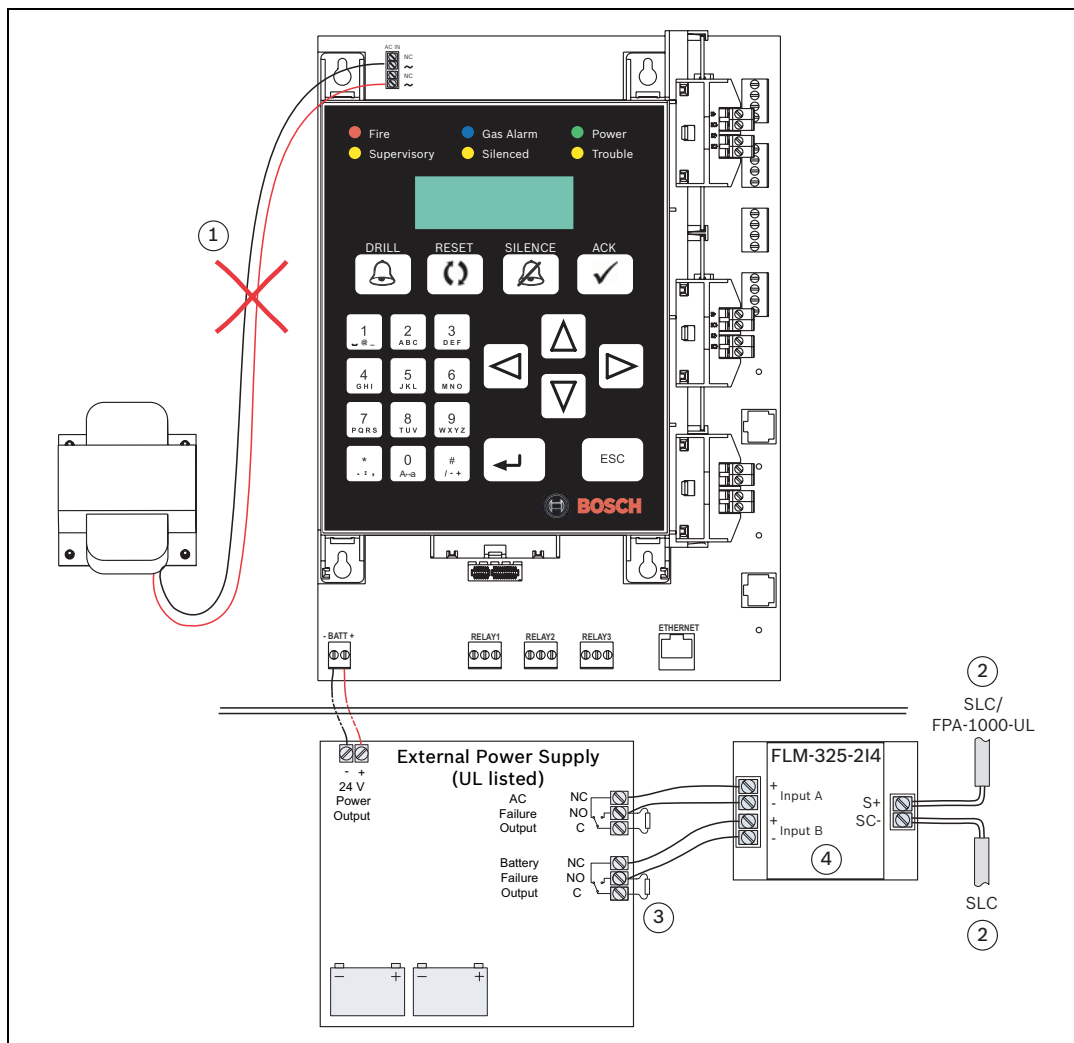

Figura 4.34 Conexión de una Fuente de Alimentación Externa y el Módulo de Monitoreo de Doble Entrada FLM-325-214
1. Desconecte el transformador de los terminales de CA (consulte la *Figura 4.34*, elemento 1).
Conecte cada lado al siguiente dispositivo del SLC o un lado al Módulo Enchufable FPE-1000-SLC de la central FPA-1000-UL y, el otro lado, al siguiente dispositivo del SLC (consulte la *Figura 4.34*, elemento 2).
3. Instale en la Fuente de Alimentación Externa, entre los terminales NO y C, un dispositivo RFL listado UL (Hochiki P/N 0400-01000, 22 k Ω) uno en la salida de falla de CA y otro en la salida de falla de Baterías (consulte la *Figura 4.34*, elemento 3).
4. Respete las reglas de programación de FLM-325-214 (consulte la *Figura 4.34*, elemento 4):